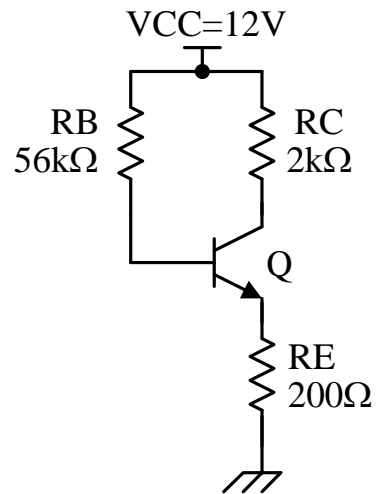

FIGURA 4. Circuito 4.
2.2) Para el circuito de la Figura 4 realice lo siguiente: